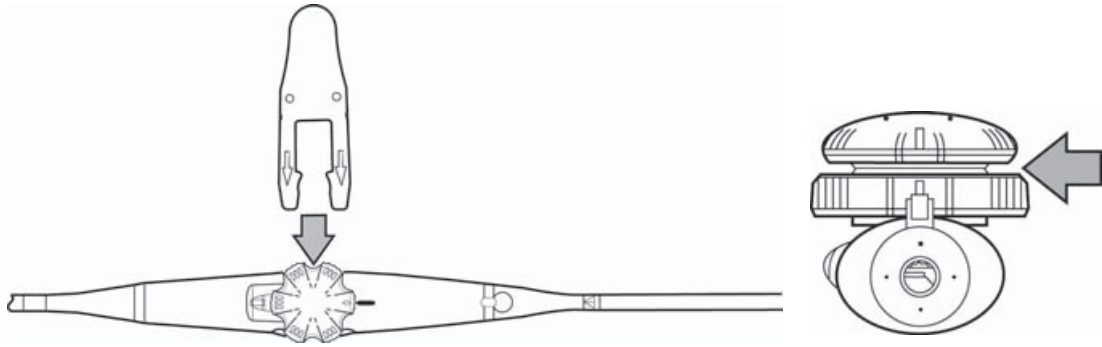

Abbildung 5 Einführung des Punktionstestwerkzeugs
- 1 Ein Punktionstestwerkzeug unter die Steuerung der Abtastebene einführen, siehe **Abbildung 5**. Das Punktionstestwerkzeug liegt dem TEE_{xi}- und TEE_{xp}-Schallkopf bei.